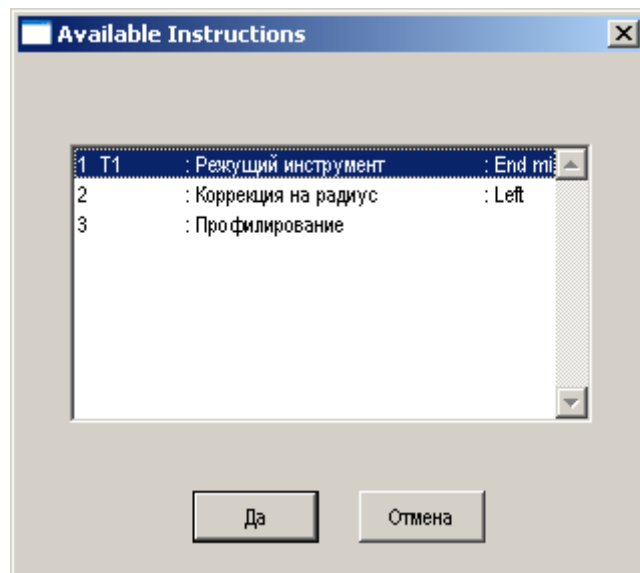

Рис.5
2. От - определяется с какого места, в технологическом процессе обработки детали будет производиться расчёт вращения, для этого нужно нажать на кнопку "Обзор" и выбрать в появившемся окне нужную строку (рис.5);